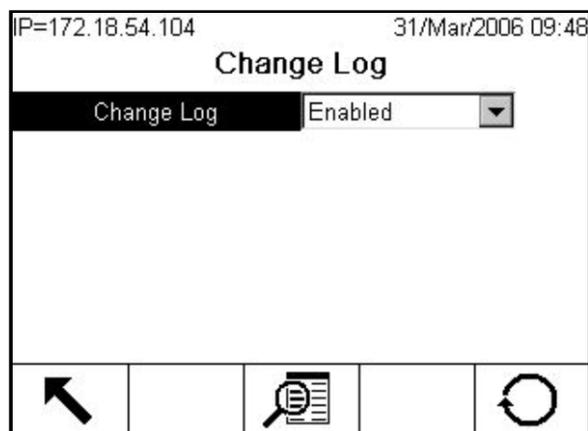

Figura C-29: Schermata di Configurazione registro modifiche
Il Registro modifiche nel file del terminale IND780 tiene traccia di tutte le modifiche effettuate ai parametri di configurazione del sistema. È possibile attivare o disattivare il registro modifiche nelle impostazioni in **Manutenzione > Configurazione > Registro modifiche**. La Figura C-29 mostra la schermata di configurazione del registro modifiche.
1. Premere il softkey IMPOSTAZIONE ↵ e selezionare il nodo **Manutenzione > Configurazione > Registro modifiche** (vedere Figura C-29).